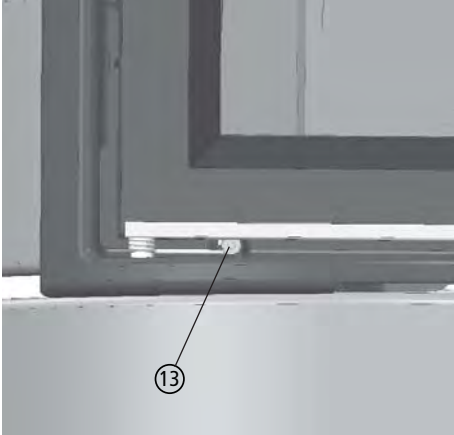
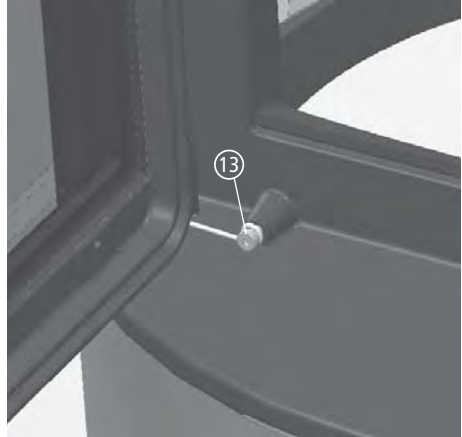

Fig. 3.13 Tendre le ressort de porte
Fig. 3.14 Ressort de porte tendu
- ① Ouvrir la porte de foyer et la soulever légèrement côté charnière ; en cas de porte à fermeture automatique, d'abord détendre le ressort de porte, voir Fig. 3.13 et Fig. 3.14,
- ② faire basculer la porte hors de la charnière vers l'avant et vers le bas ; ce faisant, bien maintenir la porte par le bas,
- ③ enlever la porte de foyer vers le bas.
Lors du démontage de la porte de foyer, le ressort de porte est détendu. Le ressort ne doit pas être démonté, mais doit être retendu après le montage de la porte de foyer (voir aussi Fig. 3.13 à la page 23).